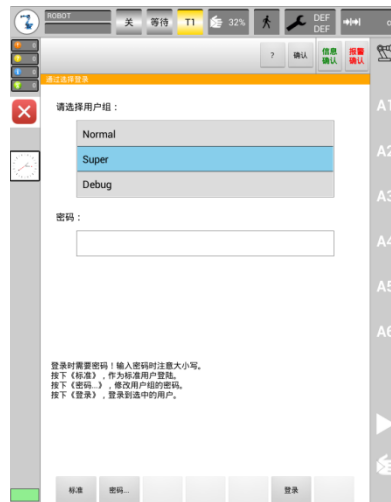

图 4-4 用户登录界面
- 2) 在示教器主菜单选择“配置->用户组”, 登录为 Super 用户, 登录用户登录界面如图 4-4